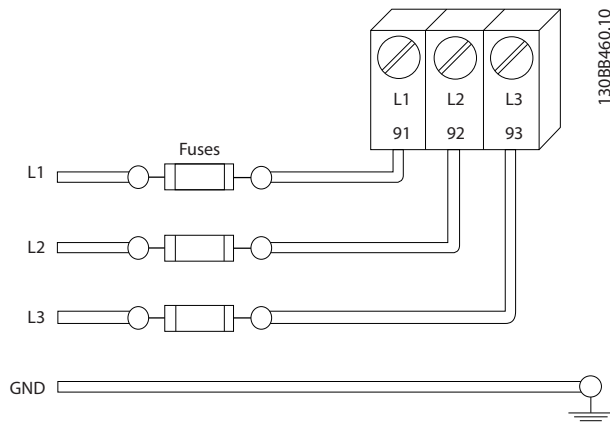

Рисунок 2.7 Предохранители преобразователя частоты
- Все преобразователи частоты должны быть оборудованы системой защиты от короткого замыкания и перегрузки по току. Для реализации такой защиты следует использовать входные предохранители, см. Рисунок 2.7. Если они не устанавливаются производителем, их должен установить специалист во время монтажа. Максимальные номиналы предохранителей см. в 10.3 Таблицы плавких предохранителей.